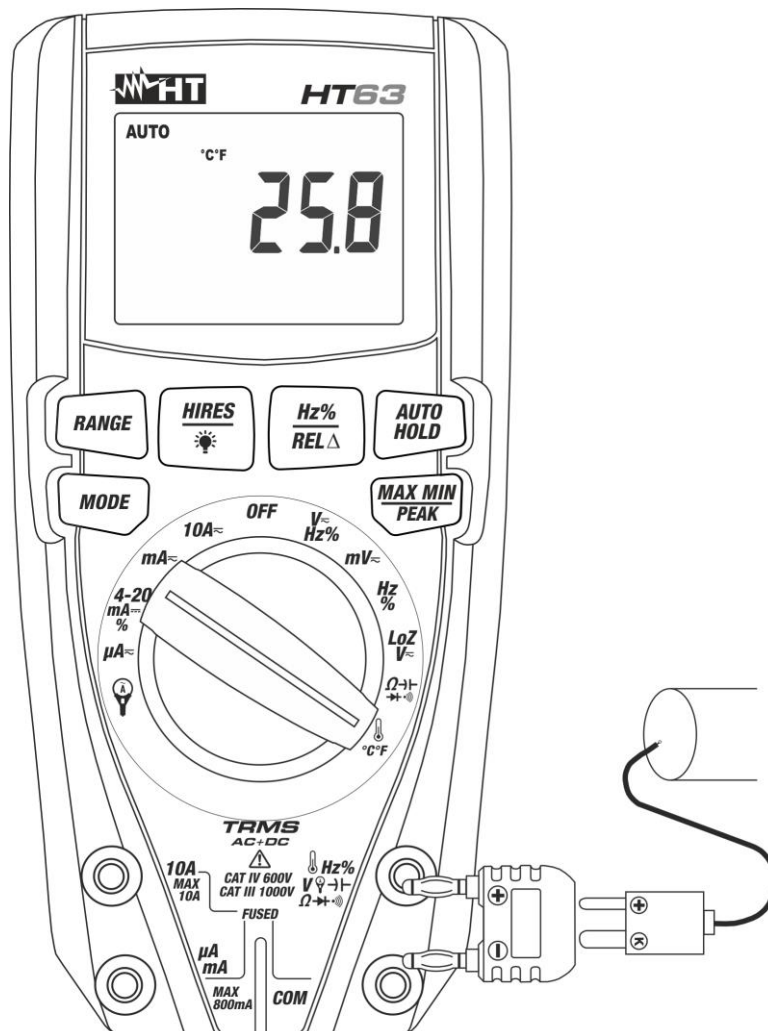

Fig. 9: Uso dello strumento per misura di Temperatura
3. Inserire l'adattatore in dotazione nei terminali di ingresso Hz% V Ω (polarità +) e **COM** (polarità -) (vedere Fig. 9)